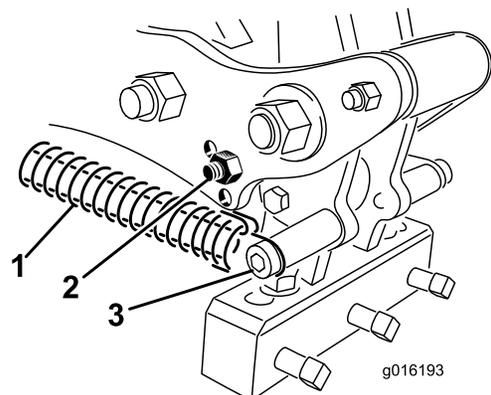

图36
3. 松开到打孔针夹头的拉簧（图36）。
4. 从连杆臂上卸下缓冲器螺栓和缓冲器，重新将它们插入另一个调节孔（图36）。